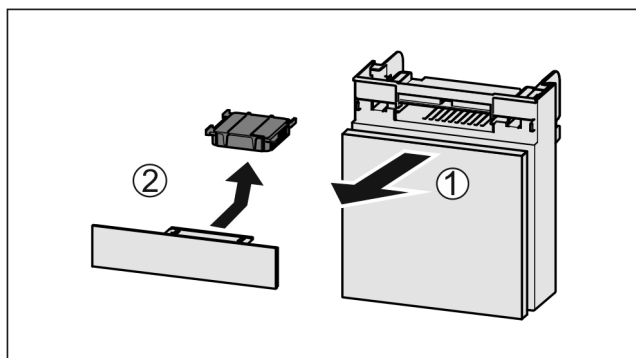

Fig. 254
- ▶ Wyciągnąć Fig. 254 (1) komorę do przodu.
- ▶ Wyjąć Fig. 254 (2) filtr z węglem aktywowanym.